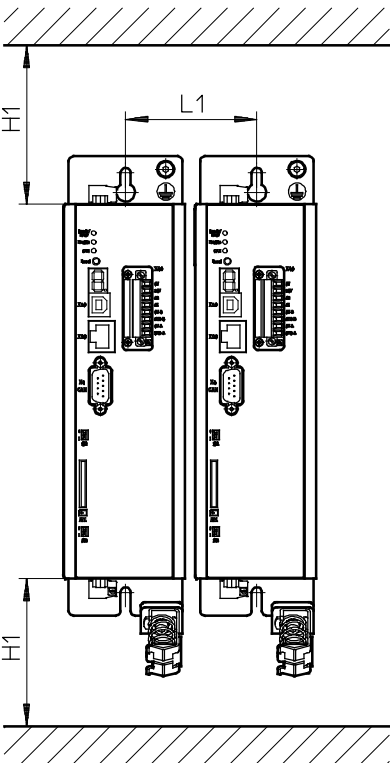

Fig. 3.2 Motorcontroller CMMP-AS-...-M0: Montageabstand und Einbaufreiraum
- Die Motorcontroller der CMMP-AS-...-M0 Familie sind so ausgelegt, dass sie bei bestimmungsgemäßem Gebrauch und ordnungsgemäßer Installation auf einer wärmeabführenden Montageplatte direkt anreihbar sind. Wir weisen darauf hin, dass übermäßige Erwärmung zur vorzeitigen Alterung und/oder Beschädigung des Gerätes führen kann. Bei hoher thermischer Beanspruchung der Motorcontroller CMMP-AS-...-M0 wird ein Montageabstand (→ Fig. 3.2) empfohlen!